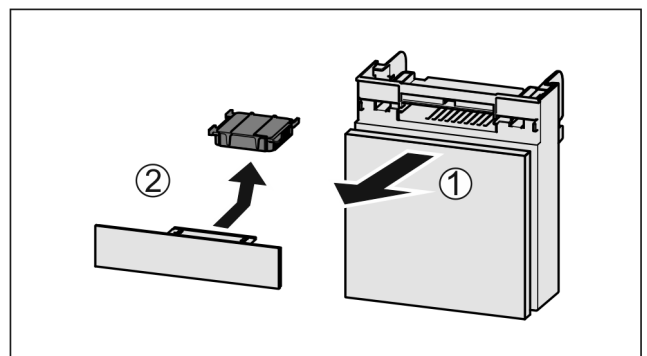

Fig. 111
- ▶ Lade vanaf de voorkant eruit trekken Fig. 111 (1).
- ▶ Actiefkoolfilter verwijderen Fig. 111 (2).